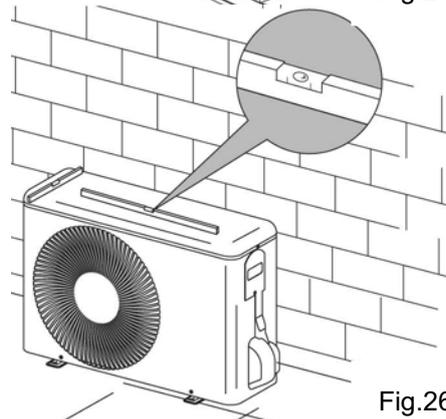

Fig.26
- Verificare il livello dell'unità con una bolla, e, nel caso spessorare (fig. 26).